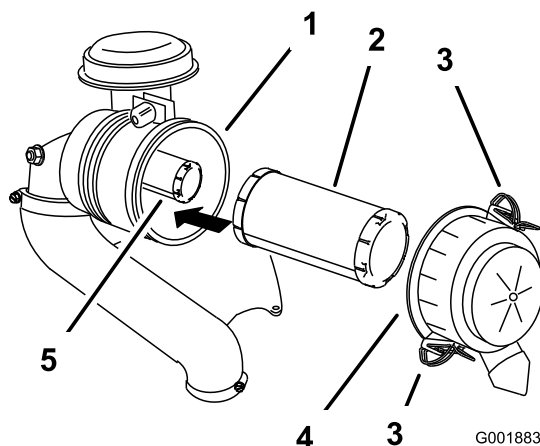

Figura 37
3. Abra los cierres del limpiador de aire y tire de la tapa de la entrada de aire para separarla del cuerpo del limpiador de aire (Figura 37).
5. Extraiga con cuidado el filtro primario de la carcasa del limpiador de aire (Figura 37).
2. Si va a cambiar el filtro de seguridad, deslícelo cuidadosamente en el cuerpo del filtro (Figura 37).
3. Deslice cuidadosamente el filtro primario por encima del filtro de seguridad (Figura 37).
4. Instale la tapa del limpiador de aire con el lado que lleva la palabra **up** hacia arriba, y fije los cierres (Figura 37).